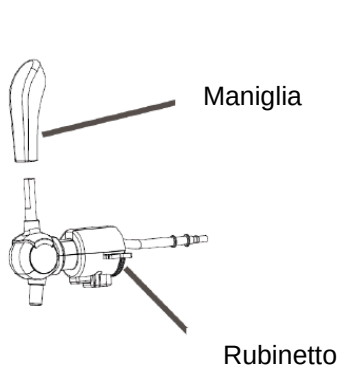

Figura 6
2. Installare la manopola rubinetto e collegare il rubinetto, assicurarsi che le estremità combacino perfettamente. (Come Figura 6)